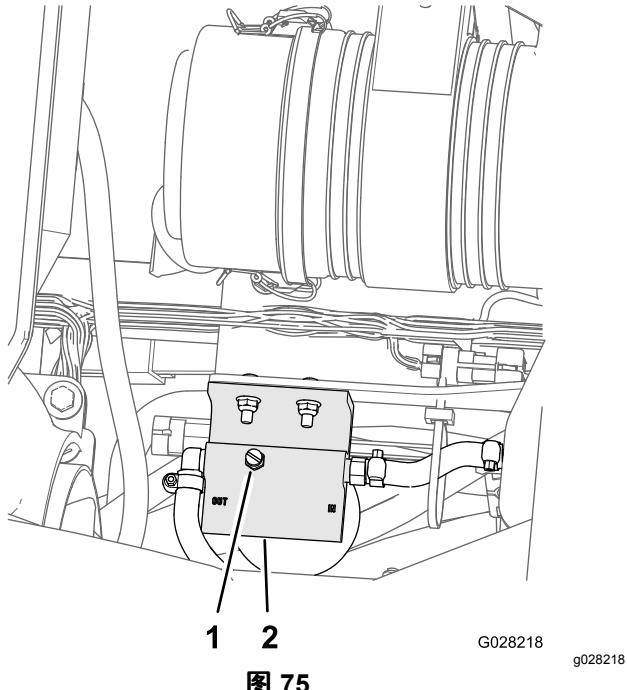

图 75
5. 松开燃油/水分离器顶部的排气塞图75。
7. 拧紧排气塞然后将启动开关转至“关闭”位置图 75。